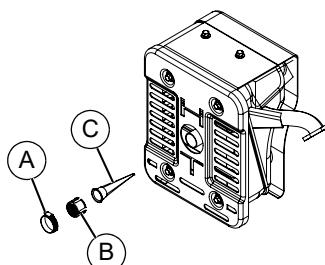

Figura 4-5. Tamiz del supresor de chispas
1. Afloje la abrazadera (A) y retire el tornillo. Vea la Figura 4-5.
2. Inspeccione el tamiz (B) y sustitúyalo si está desgarrado, perforado o dañado de alguna otra forma. Si el tamiz no está dañado, límpielo con solvente comercial.
3. Vuelva a colocar en su lugar el cono (C) y el tamiz (B) del supresor de chispas. Fíjelo con la abrazadera (A) y el tornillo.